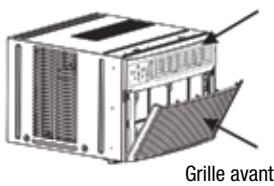

FIG. 1
1. Abaissez la grille avant et retirez le filtre. (Voir Fig. 1.)